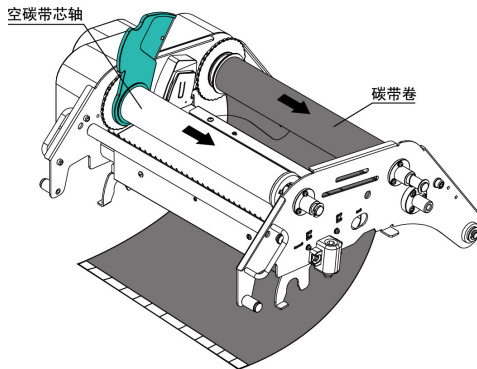

图 2.5.2
- 2) 打开上支架，将组装好的碳带卷和空碳带轴芯按图示方式推向碳带右顶头，同时将碳带放平，释放碳带推力，利用碳带右顶头的弹力使碳带芯轴插入碳带左顶头中（如图2.5.2）；